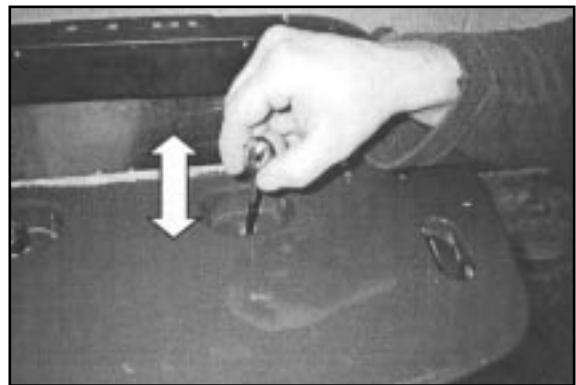

fig. 36
- see Fig. 36 (Ecologica, I.C.Maxi, Bella, Divina, Contessa)